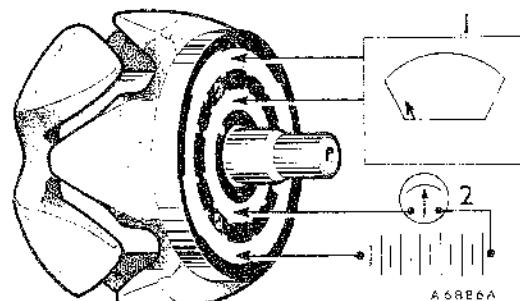

Fig. N.10
- (a) Comprobar el devanado del rotor conectando un ohmímetro, o una batería de 12 voltios y un amperímetro, en serie entre los anillos de deslizamiento (Fig. N.10). La resistencia o corriente de las espiras del inducido deberá ser la dada en los "DATOS GENERALES".